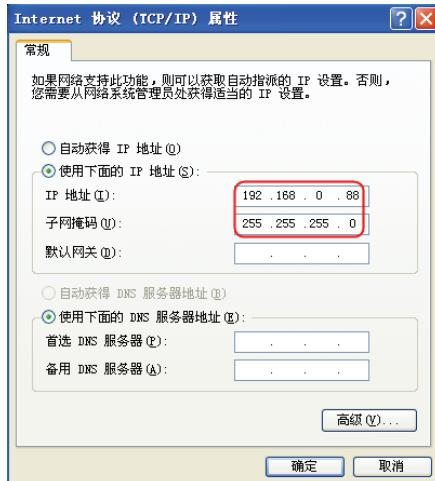

图 10-47 计算机的 IP 地址和子网掩码设置
4) 插入 IE General 后，随即会弹出组件属性对话框。单击 Network Properties 进行网卡参数配置，如图 10-47 所示，此处的 IP 地址和子网掩码与 STEP7 中硬件组态时的完全一致。